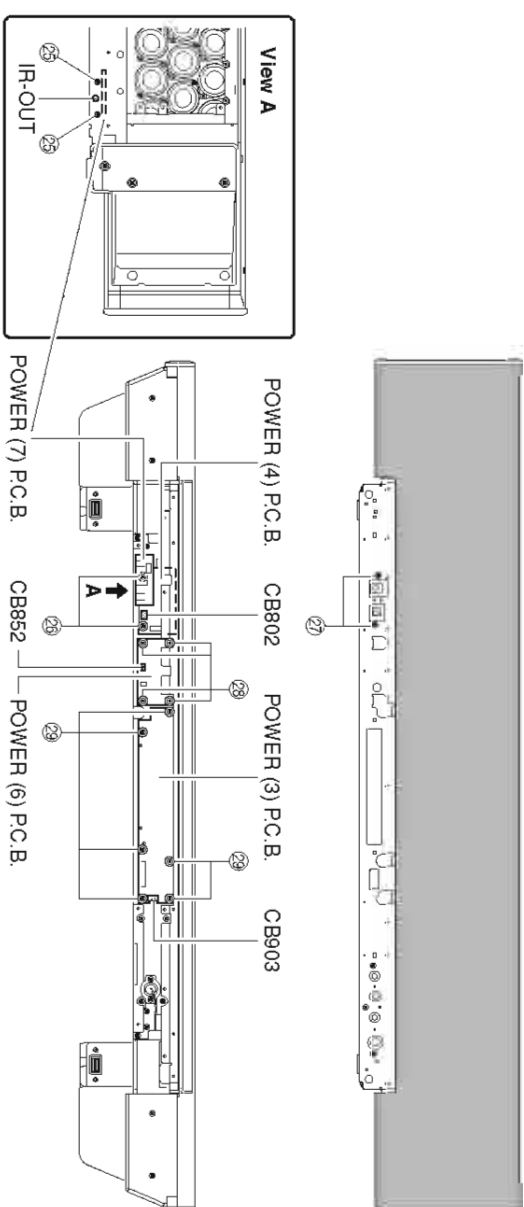

Fig. 12
- Remove 2 screws (25). (Fig. 12)
- Remove CB852. (Fig. 12)
- Remove the POWER (7) P.C.B.. (Fig. 12)
- Remove 2 screws (26) and 2 screws (27). (Fig. 12)
- Remove CB802. (Fig. 12)
- Remove the POWER (4) P.C.B.. (Fig. 12)
- Remove 4 screws (28). (Fig. 12)
- Remove the POWER (6) P.C.B.. (Fig. 12)
- Remove 6 screws (29). (Fig. 12)
- Remove CB903. (Fig. 12)
- Remove the POWER (3) P.C.B.. (Fig. 12)
- 25のネジ2本を外します。(Fig. 12)
- POWER(7)P.C.B.を取り外します。(Fig. 12)
- 26のネジ2本、27のネジ2本を外します。(Fig. 12)
- CB802を外します。(Fig. 12)
- POWER(4)P.C.B.を取り外します。(Fig. 12)
- 28のネジ4本を外します。(Fig. 12)
- POWER(6)P.C.B.を取り外します。(Fig. 12)
- 29のネジ6本を外します。(Fig. 12)
- CB903を外します。(Fig. 12)
- POWER(3)P.C.B.を取り外します。(Fig. 12)